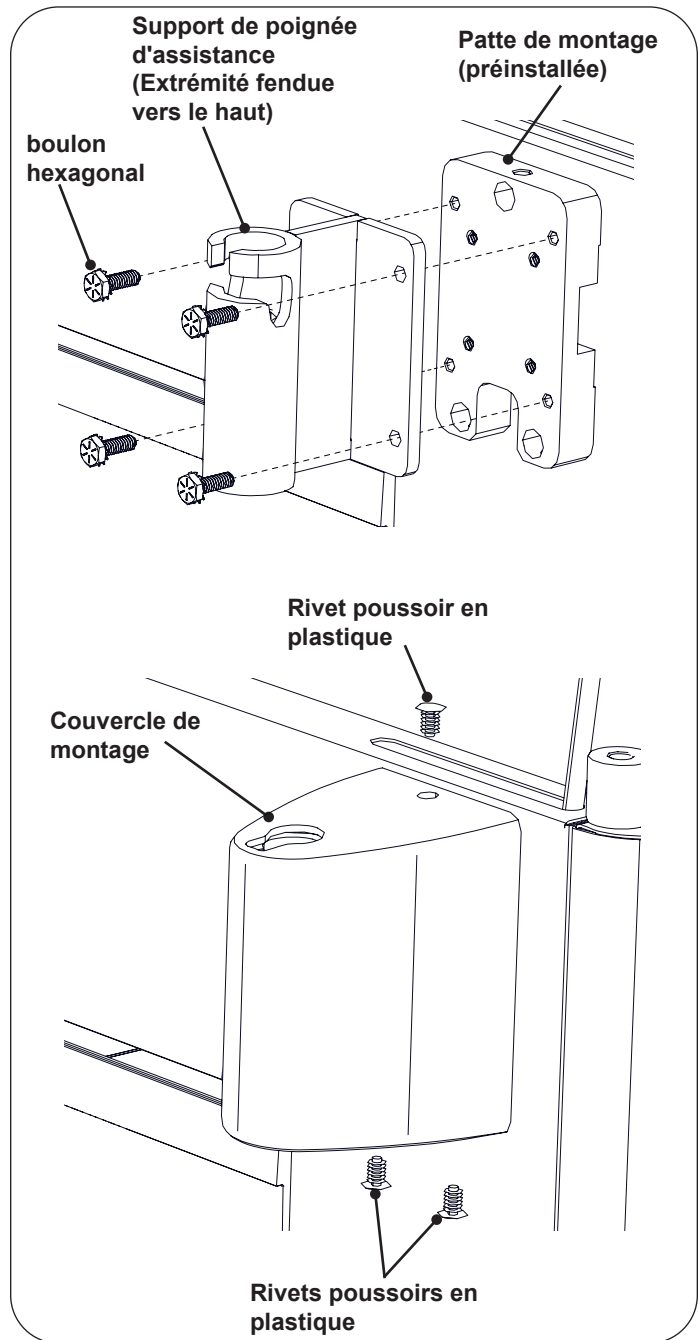

Figure 6. Installation des poignées d'assistance au patient
1. Alignez le support de la poignée d'assistance avec le schéma de perçage de la plaque de montage (préinstallée sur la table). Assurez-vous que l'extrémité fendue du support de la poignée d'assistance est orientée vers le haut. Utilisez quatre boulons à tête hexagonale pour fixer le support à la plaque (Voir Figure 6).
2. Faites glisser le cache de fixation sur le support de la poignée d'assistance, la découpe en trou de serrure orientée vers le haut. Alignez le trou de fixation supérieur avec celui de la plaque de fixation. Insérez un rivet poussoir en plastique et appuyez avec le pouce jusqu'à ce qu'il soit au ras du cache (voir Figure 6).